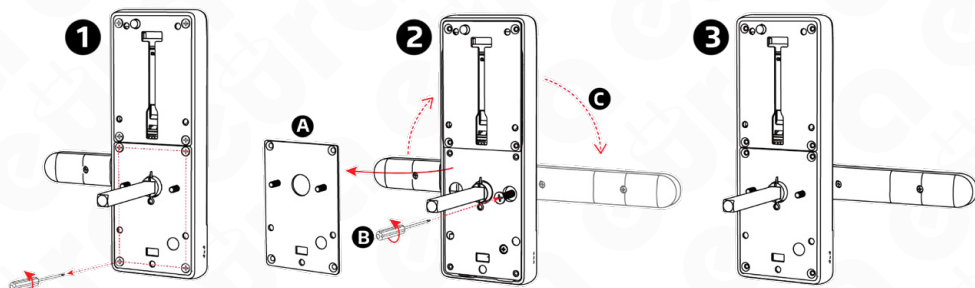

Fig. 6.
- dévissez les 4 vis de la base de l'enseigne qui maintiennent le couvercle (Fig. 6),
- retirer le couvercle (fig. 6, rep. 1-A),
- dévissez la vis de blocage (fig. 6, rep. 2-B),
- régler la poignée dans le sens d'ouverture souhaité (fig. 6, position 2-C),
- installer le couvercle et serrer les vis de fixation (fig. 6, rep. 3)